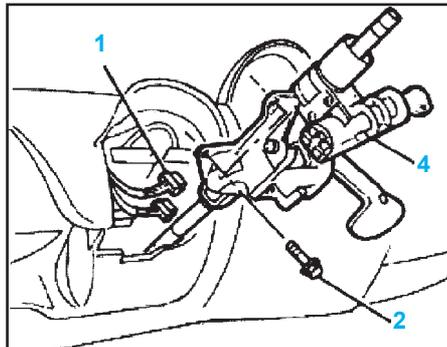

Fig.Dir.5
- Support colonne de direction (Fig.Dir.5).....2,2
- Enlever les connexions (1) de la clé de contact (Fig.Dir.5).
- Déposer les vis (2) et le boulon (3).
- Déposer le boulon (3) et désolidariser la colonne de direction de la crémaillère (Fig.Dir.5).